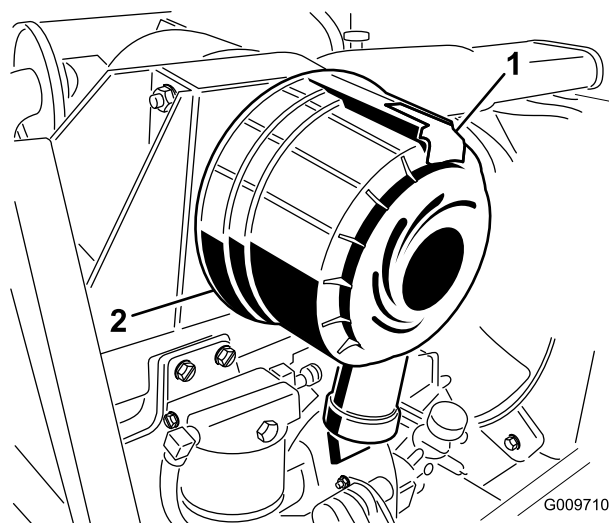

Figure 29
1. Tirez le verrou vers l'extérieur et tournez le couvercle du filtre à air dans le sens antihoraire (Figure 29).